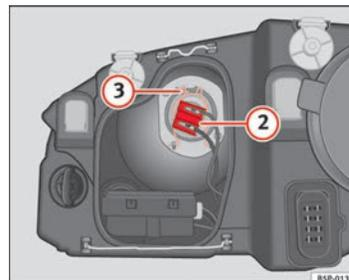

Fig. 188 Luz de cruce
- Extraiga el conector ⇒ fig. 188 ② de la lámpara.
- Desenganche el resorte retentor ⇒ fig. 188 ③ presionándolo hacia dentro y a la derecha.